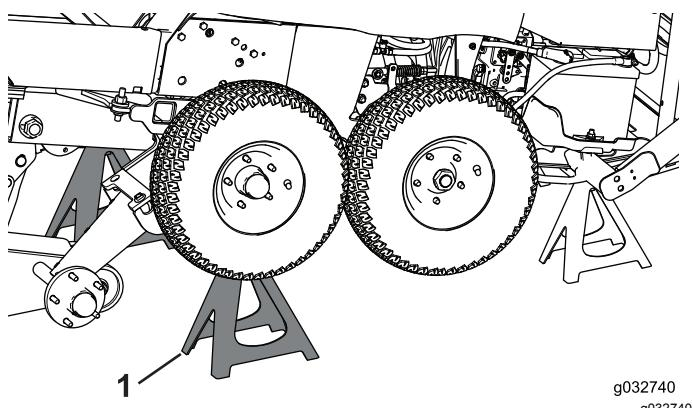

Рисунок 89
5. Установите подъемные опоры под зимней рамой (Рисунок 89).
6. Снимите передние колеса (Рисунок 89).